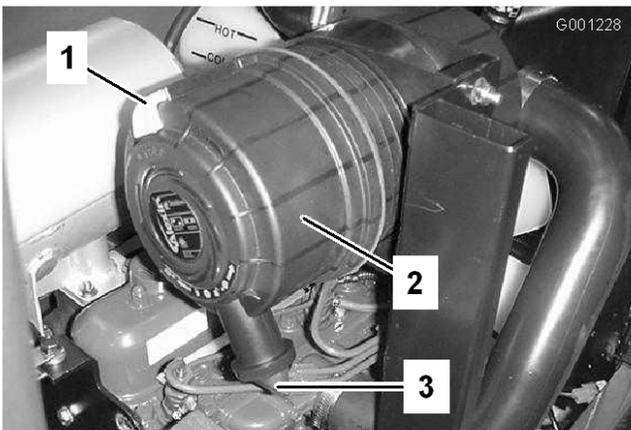

Figura 46
1. Tirate il fermo verso l'esterno e ruotate il coperchio del filtro in senso antiorario (Figura 46).
2. Togliete il coperchio dal corpo del filtro dell'aria (Figura 46).
8. Montate il coperchio con la valvola di uscita in gomma, in posizione discendente, tra le ore 5 e le ore 7 vista dall'estremità (Figura 46).